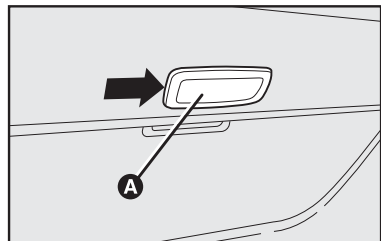

fig. 34
- atuar no ponto indicado pela seta e remova a plafoniera **A-fig. 34**;